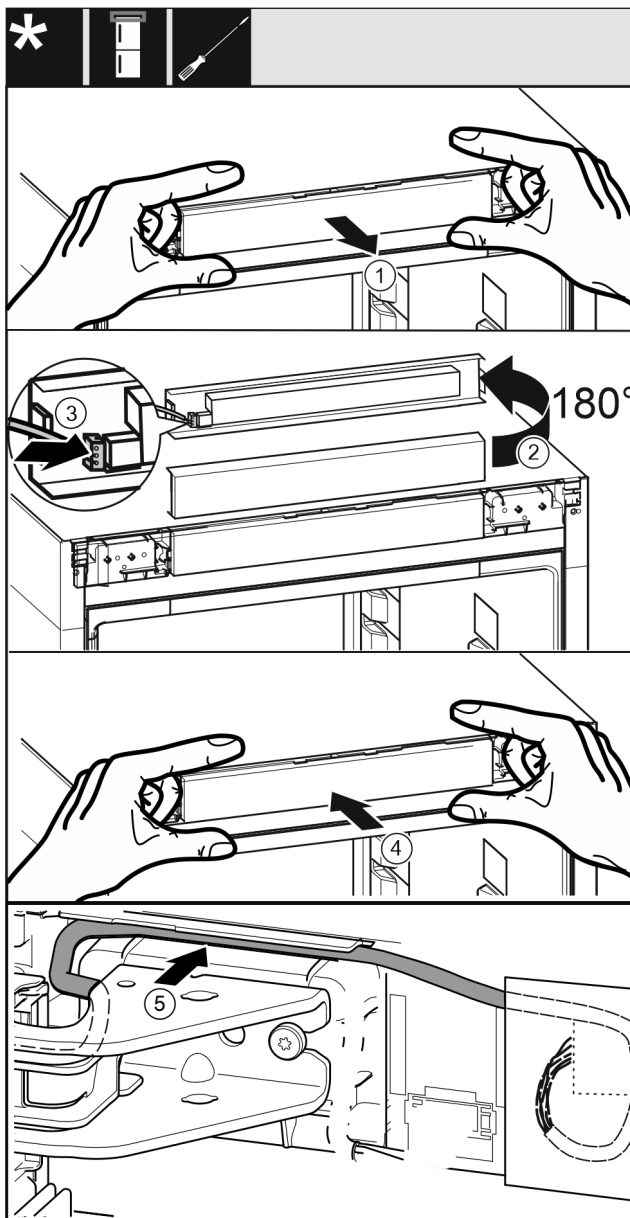

Fig. 38
- Óvatosan vegye ki a kezelőpanelt Fig. 38 (1).
- Fordítsa felfelé a kezelőpanelt Fig. 38 (2) 180°-kal.
- Pattintsa rá a dugót Fig. 38 (3) a kezelőelem paneljére.
- Pattintsa vissza a kezelőpanelt Fig. 38 (4) a készülékre.
- Vezesse el óvatosan a kábelt Fig. 38 (5) a felső csapágybak fölötti vezetősínben.